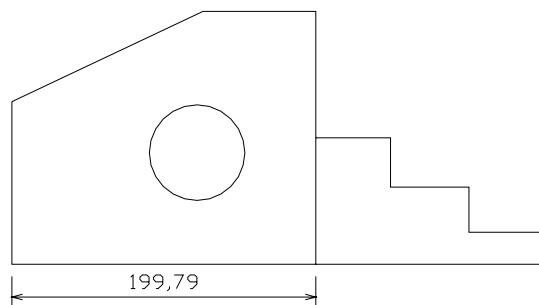

Figura 6.10 – Cota horizontal na peça exemplo
2. Utilizando a opção OSNAP, clique no canto inferior da figura exemplo desenhada na área de trabalho (figura 6.10). O programa solicitará a origem da segunda linha de extensão por meio da pergunta na janela de comandos: *Specify second extension line origin*.
3. Utilizando a opção OSNAP, clique no outro canto da peça apresentada na figura 6.10. Perceba que, na janela de comandos, o programa solicita a posição na qual será desenhada a linha de cota por meio da pergunta: *Specify dimension line location*.
5. Caso algum parâmetro não tenha ficado do jeito desejado, modifique-o retornando segundo diretrizes do item 6.3.1. Não é necessário apagar a cota já desenhada. Desde que ao término das alterações o botão *SET CURRENT* da janela *Dimension Style Manager* seja pressionado, as alterações serão automáticas.
2. Utilizando a opção OSNAP, clique em um dos cantos da linha inclinada da peça exemplo, desenhada na área de trabalho (figura 6.10). O programa solicitará a origem da segunda linha de extensão por meio da pergunta na janela de comandos: *Specify second extension line origin*.
5. Caso algum parâmetro não tenha ficado do jeito desejado, modifique-o retornando segundo diretrizes do item 6.3.1.
2. Com o auxílio do mouse, clique em cima do círculo da peça exemplo, apresentada na figura 6.10. O programa solicitará o local segundo o qual a cota deverá ser desenhada (*Specify dimension line location* ou [Mtext/Text/Angle]). Visualmente, tente posicionar a linha de cota aproximadamente a 45° de inclinação e pressione o botão esquerdo do mouse.
2. Com o auxílio do mouse, clique em cima do círculo da peça exemplo, apresentada na figura 6.10. O programa solicitará o local segundo o qual a cota deverá ser desenhada (*Specify dimension line location* ou [Mtext/Text/Angle]). Visualmente, tente posicionar a linha de cota aproximadamente a 45° de inclinação e pressione o botão esquerdo do mouse (escolha a direção oposta àquela selecionada no item 6.3.4).